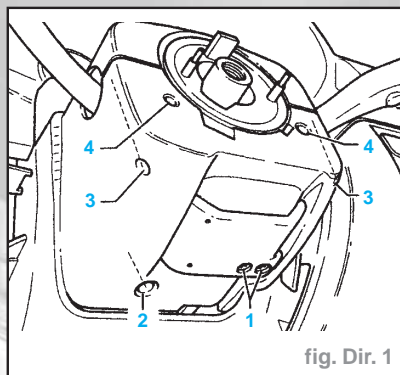

fig. Dir. 1
- Dévisser les vis (1) (fig. Dir. 1).